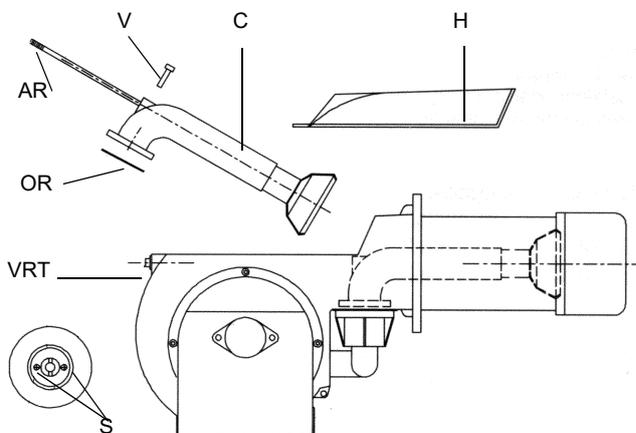
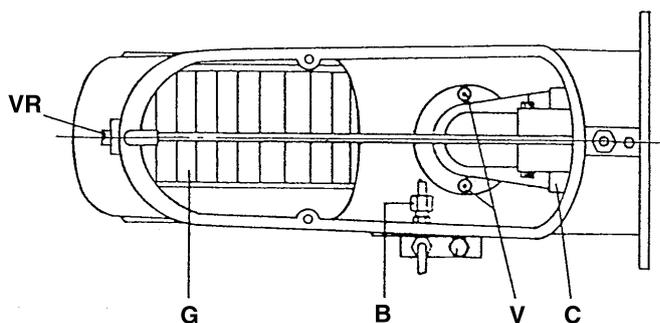

Fig. 31
Fig. 32
- Svitare le viti V che bloccano il collettore del gas C, allentare i due raccordi B (Fig. 32) ed estrarre il gruppo completo come mostrato in Fig. 31.